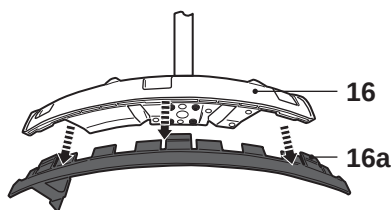

Fig. 5
- > En mode débroussailluse, décrochez le rebord [16a] du capot [16] en appuyant sur les trois loquets (Fig. 5).